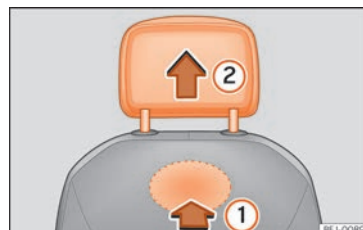

Fig. 67 Tetiera față: demontarea.
- Pentru deblocarea tetierei, identificați butonul de sub tetieră și apăsați în direcția indicată de săgeată >>> fig. 67 ①.
- Demontați tetiera în direcția indicată de săgeată ②.